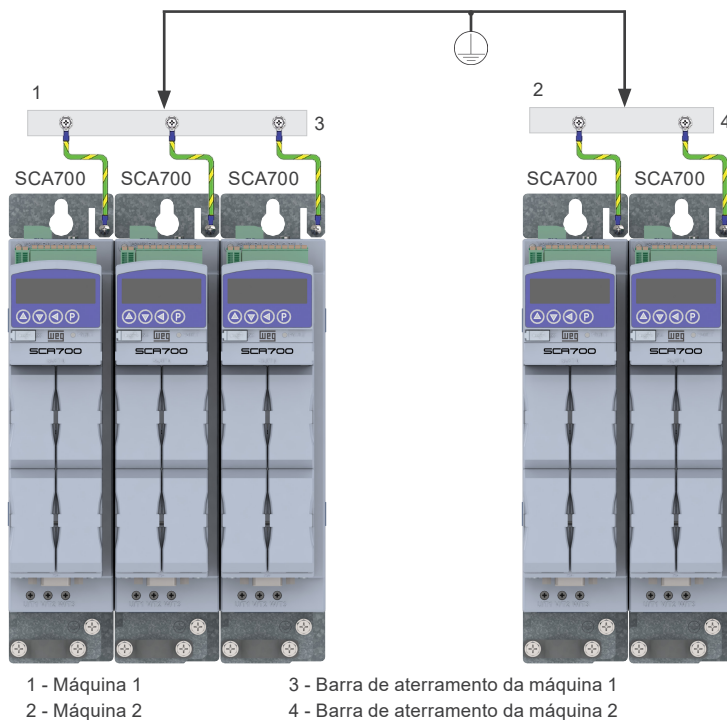

Figura 3.10: Conexões de aterramento para mais de um servoconversor
- Não compartilhe a fiação de aterramento com outros equipamentos que operem com altas correntes (ex.: motores de alta potência, máquinas de solda, etc.). Quando vários servoconversores forem utilizados siga o procedimento apresentado na Figura 3.10 na página 3-25.